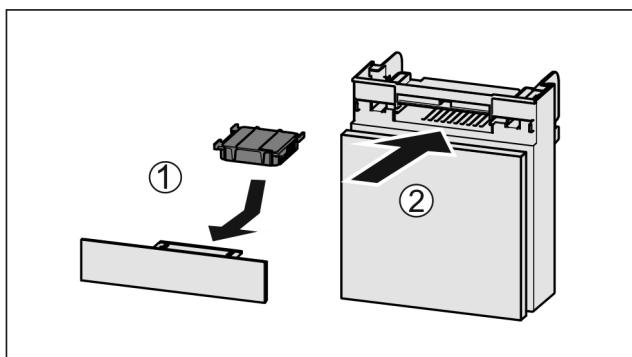

Fig. 81
- Вставити фільтр з активованого вугілля за малюнком Fig. 81 (1).
- Вставити відділення Fig. 81 (2).